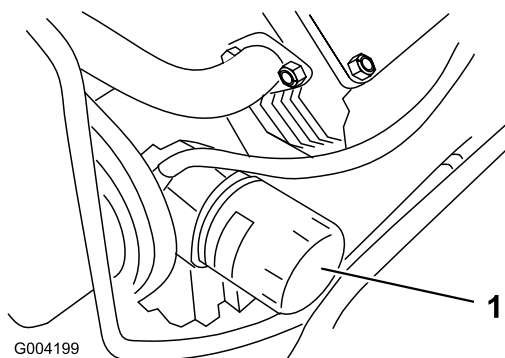

Figure 39
3. Enlevez le filtre à huile usagé (Figure 39) et essuyez la surface du joint de l'adaptateur.